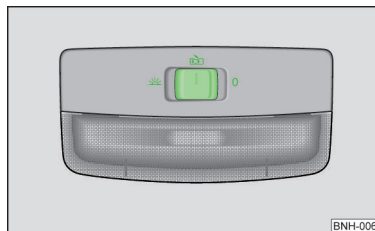

Fig. 27
› Apăsați comutatorul » fig. 27 în poziția ☞.
› Apăsați comutatorul » fig. 27 în poziția 0.
► Apăsați comutatorul » fig. 27 în poziția ☞.